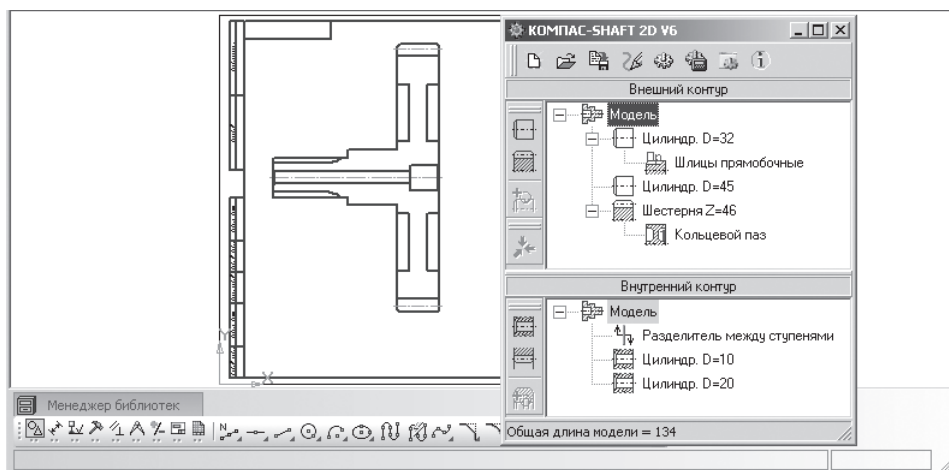
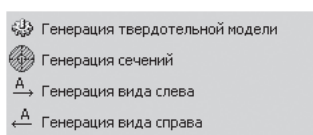
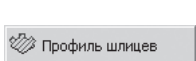

Рис. 3.36. Результат построения внутреннего контура первой и второй ступеней вала
Рис. 3.37. Выпадающее меню после активизации кнопки  – **Дополнительные построения**
Рис. 3.39. Выпадающее меню после активизации кнопки  – **Дополнительные элементы ступеней**
- аналогично постройте изображение второй ступени внутреннего контура. С размерами: длина равна 23, диаметр – 20. Введите в разделе **Справа** на вкладке **Фаска** в поле **Ширина** размер фаски, равный 1. Появится внутренний контур второй ступени вала на формате листа А3 с вертикальной ориентацией, см. рис. 3.36.
- щелкните на панели инструментов главного окна системы **КОМПАС-SHAFT 3D V6** по кнопке  – **Дополнительные построения** (см. рис. 3.36). Появится выпадающее меню, см. рис. 3.37;
- щелкните в главном окне системы **КОМПАС-SHAFT 3D V6** (см. рис. 3.36) в верхнем окне **Внешний контур** по пункту **Шлицы прямоугольные**. Этот пункт выделится;
- щелкните на панели инструментов верхнего окна **Внешний контур** по кнопке  – **Дополнительные элементы ступеней** (см. рис. 3.36). Появится выпадающее меню, изображенное на рис. 3.39;